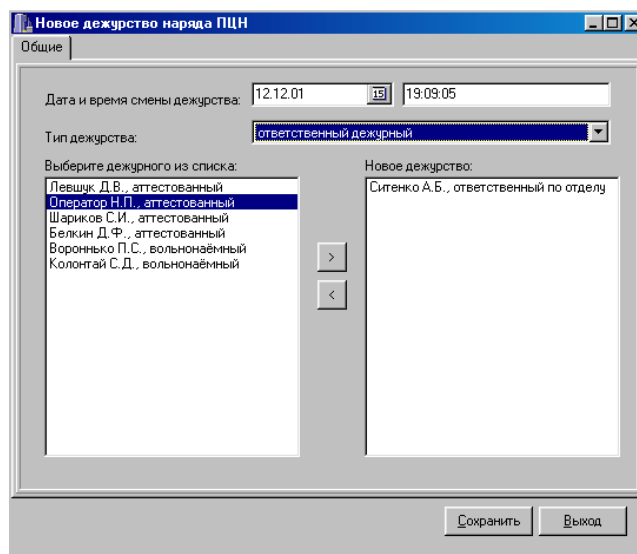

Рисунок 46
3.9.3 Для просмотра текущего наряда ПЦН требуется войти в закладку «Наряды ПЦН». В данном окне, кроме состава наряда, отображается список системных событий, сформированный за время дежурства данного наряда. Для смены наряда необходимо войти в меню окна «Файл/Новое дежурство» (рисунок 46).